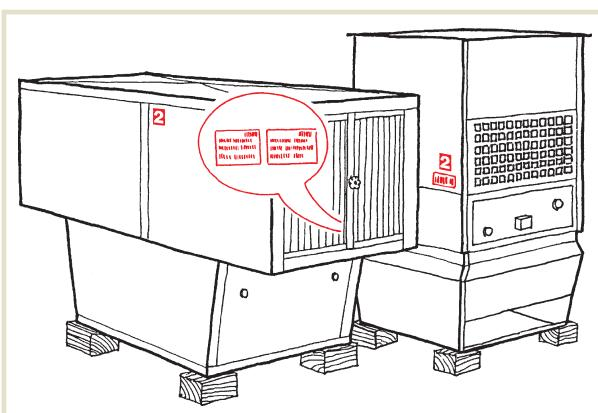

Рис. 33: Идентифицирующие таблички и маркировка блоков агрегата
Нижний и верхний блоки одного агрегата имеют одинаковую нумерацию (см. Рис. 33)
- Убедитесь в том, что типоразмер и конструкция элементов агрегата соответствует заказу. Для этого проверьте идентифицирующие таблички, которые находятся (см. Рис. 33):
- Убедитесь в соответствии верхней и нижней частей агрегата, т.е. сверьте их идентифицирующие таблички (см. Рис. 33).